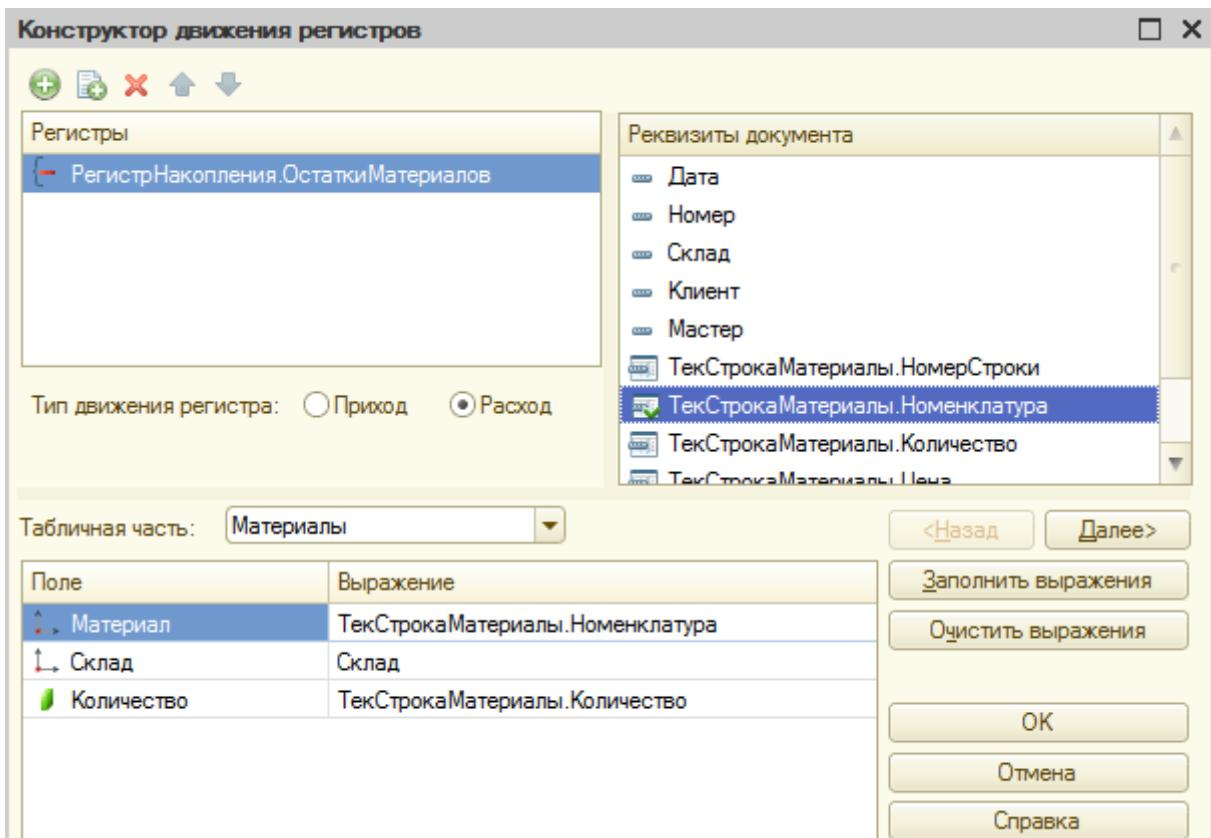

Рисунок 44 Конструктор движения для документа «Оказание услуг»
10. В документе **ОказаниеУслуги** на вкладке «Движения» укажите регистр **Остатки материалов**. Нажмите кнопку «Конструктор движения» и измените Тип движения регистра на **Расход**. Нажмите на кнопку «Заполнить выражения». В поле Табличная часть выберите **Материалы**. Напротив поля регистра **Материал** выберите **ТекСтрокаМатериалы.Номенклатура**, иначе записи табличной части выбираться не будут. В поле регистра **Количество** выберите из окна реквизитов **ТекСтрокаМатериалы.Количество**. Нажмите «OK» (рис. 44).